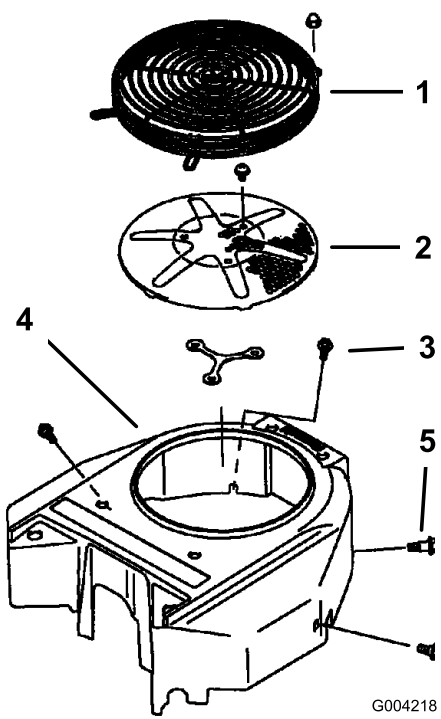

Figure 71
3. Retirez la grille d'entrée d'air, le lanceur et le carter du ventilateur (Figure 71).
5. Reposez la grille d'entrée d'air, le lanceur et le carter du ventilateur (Figure 71).